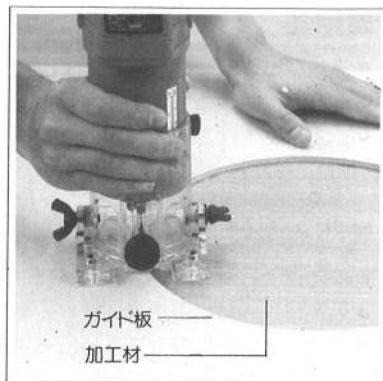

図18
- 型板を使用して同じ形状のものを繰り返し加工するとき使用。(図18参照)